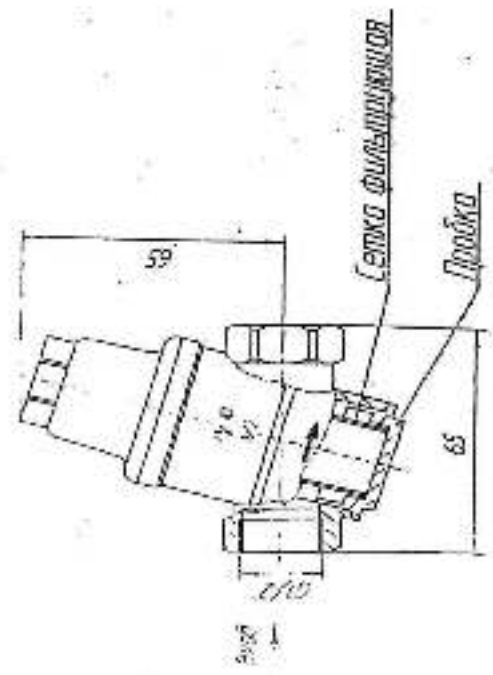

Рисунок 1
- 2 10 Сварить и присоединительные размеры приведены на рис. 1.